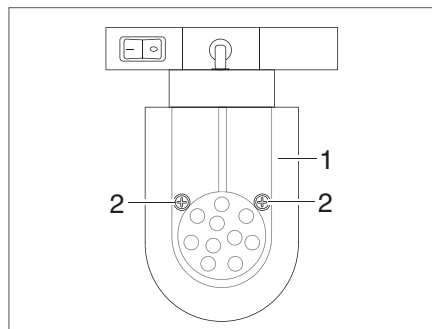

Fig. 364 Faretto a LED (mobile)
- Svitare le viti di fissaggio (Fig. 364,2).
- Rimuovere il vetro della lampada (Fig. 364,1).